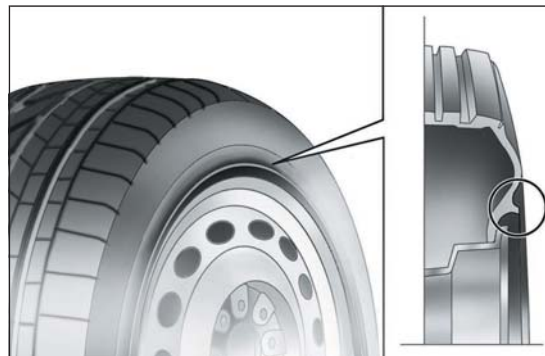

fig. 197
**Nel caso di utilizzo di coppe ruota integrali fissate (mediante molla) al cerchio in lamiera e pneumatici non di primo impianto, after sale, dotati di "Rim Protector" fig. 197, NON montare le coppe ruota. L'uso di pneumatici e coppe ruota non idonei potrebbe portare alla perdita improvvisa di pressione del pneumatico.**